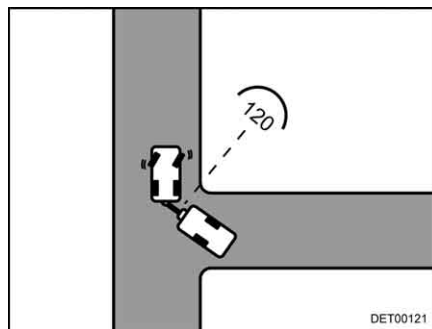

Fig. 16 Recorrido
- Detenerse una vez que se haya alcanzado un ángulo de aprox. 120° entre los vehículos (Fig. 16).